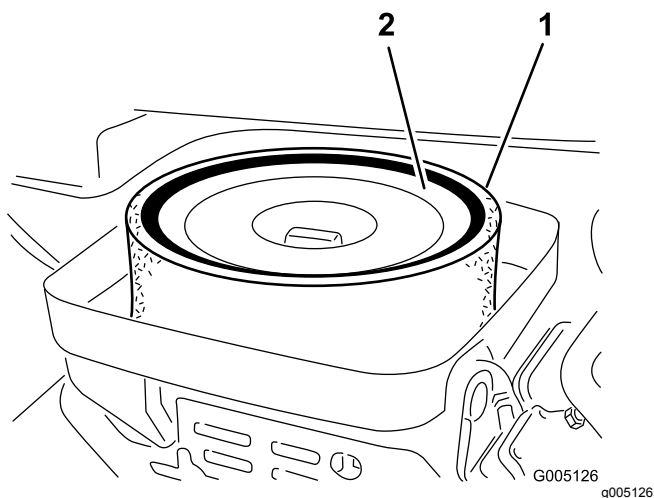

Bild 27
3. Entfernen Sie die Flügelmutter, mit der die Einsätze am Luftfiltergehäuse befestigt sind (**Bild 27**).
4. Nehmen Sie einen verschmutzten Schaumeinsatz vorsichtig vom Papiereinsatz ab (**Bild 27**). Reinigen Sie ihn gründlich wie folgt: